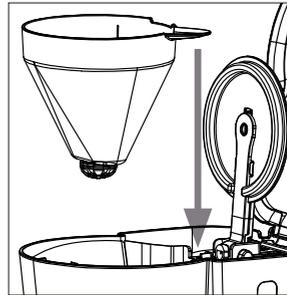

Fig. 1
- 3) Si ce n'est pas déjà fait, placez le porte-filtre **11** dans le support porte-filtre **9** de manière à ce que la poignée dépasse de la cavité en direction du réservoir à eau **10** (voir la figure 1).